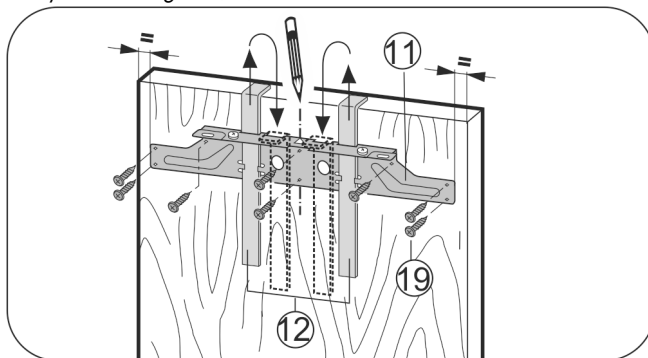

Fig. 18
- ▶ A rögzítő kereszttartót Fig. 18 (11) a szerelési segédeszközzel Fig. 18 (12) függessze a bútorajtó belső oldalára.
- ▶ Helyezze a rögzítő kereszttartót Fig. 18 (11) az ajtó közepére.
- ▶ A rögzítő kereszttartót Fig. 18 (11) legalább 6 csavarral Fig. 18 (19) erősítse fel.
- ▶ A rögzítő kereszttartót Fig. 18 (11) 4 csavarral Fig. 18 (19) erősítse fel a keretnél.
- ▶ A szerelési segédeszközöket Fig. 18 (12) felfele húzza ki és a mellette lévő nyílásokba elforgatva csúsztassa be.